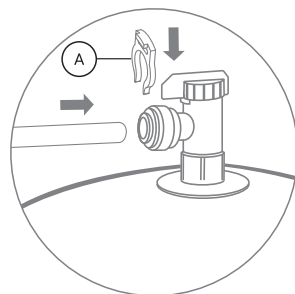

Рис. 25
5. Подключите синюю пластиковую трубку, идущую от фитинга-тройника угольного пост-фильтра к вентилю накопительного бака: вставьте пластиковую трубку в фитинг до упора (рис. 25), для герметизации соединения приложите дополнительное усилие, при этом трубка утопится еще примерно на 3 мм и будет плотно обжата резиновым кольцом фитинга. Установите стопорную клипсу (А) из комплекта поставки.